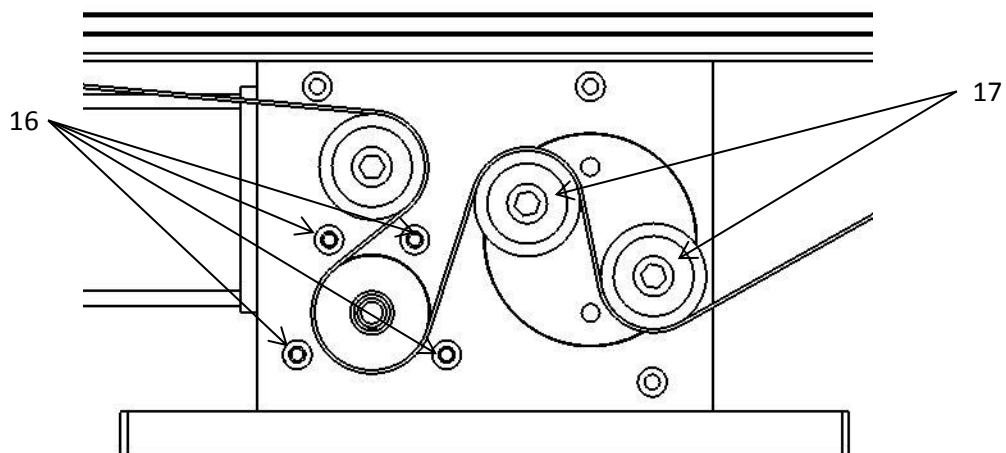

Abb. 9 Gurtverlauf
- Innensechskantschrauben (Pos. 16, vergl. Abb. 9) entfernen (3 mm Sechskantschlüssel) und Getriebemotor (Pos. 9, vergl. Abb. 1) von Hand abziehen.
- Gurt wie in Abb. 9 gezeigt einlegen.
- Neuen Gurt wie in Abb. 9 gezeigt einlegen.
- Neuen Getriebemotor aufstecken und festschrauben. Gurt wie in Abb. 9 gezeigt einlegen.